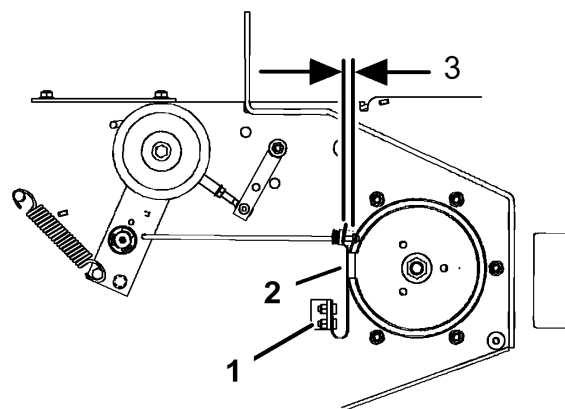

Figura 53
3. Si es necesario, ajuste los pernos de montaje del muelle hasta que la pastilla de freno de la cuchilla roce contra ambos lados de la ranura de la polea (Figura 53).
4. Ajuste la tuerca del extremo de la varilla de freno de la cuchilla hasta que quede un espacio de 3 mm-5 mm (1/8-3/16 pulg.) entre la tuerca y el espaciador (Figura 53).